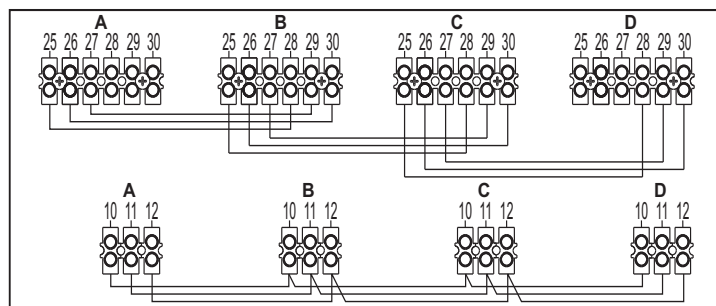

fig. 36 - Conexión en cascada
1. Conectar los módulos como se indica en fig. 36 (ejemplo con 4 módulos)
Si el funcionamiento no es correcto, desconectar la alimentación eléctrica y controlar el cableado en fig. 36.